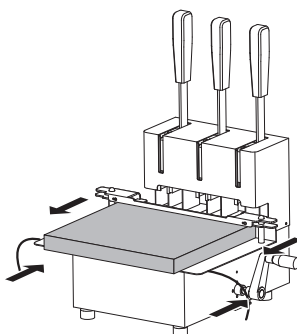

图5
5. 将工作台拉出到最大距离。（图5）
6. 将棉线拉直沿线槽送入底部。（图5）